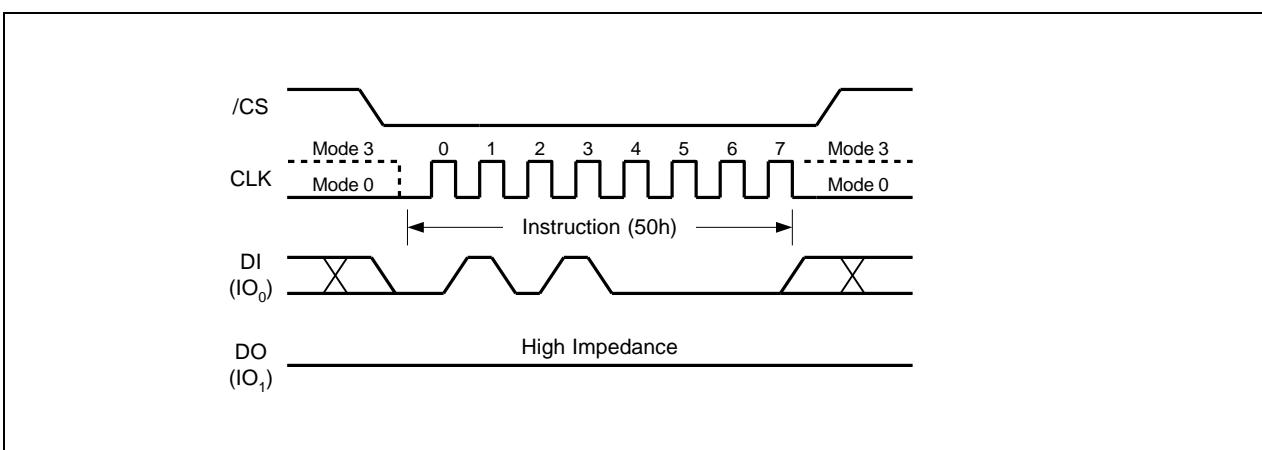

Figure 6. Write Enable for Volatile Status Register Instruction for SPI Mode
7.1节中描述的非易失性状态寄存器位也可以写为易失性位。这为快速更改系统配置和存储器保护方案提供了更大的灵活性，而无需等待典型的非易失性位写入周期或影响状态寄存器非易失性位的耐久性。要将易失性值写入状态寄存器位，必须在写状态寄存器（01h）指令之前发出易失性状态寄存器（50h）的写使能指令。易失性状态寄存器指令的写使能（图6）不会设置写使能锁存（WEL）位，仅对写状态寄存器指令更改易失性状态寄存器的位值有效。